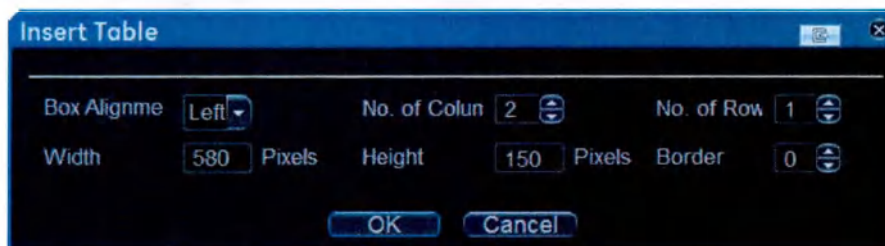

Рис. 11-16. Окно свойств таблицы
2. Нажмите **Insert** (Вставить) и выберите **Table** (Таблица). Отображается окно *Container properties* (Свойства контейнера) (см. Рис. 11-16).